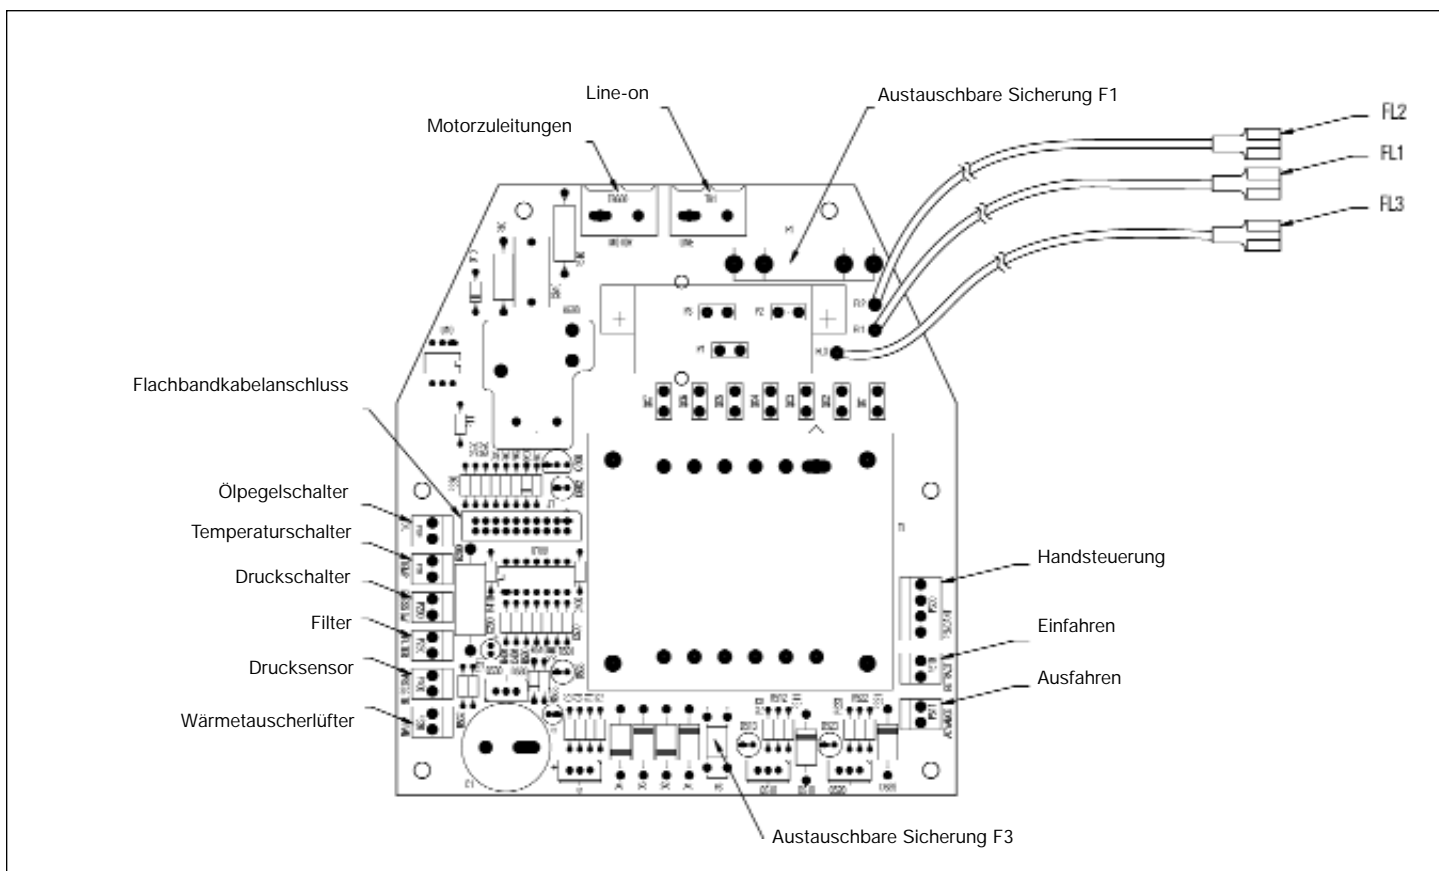

Abb. 12, Konfiguration der elektrischen Stromplatine
Der Drucksensor, Wärmetauscher, Druckschalter, Handsteuerungs-/Fußschalter und die Magnetventile (A) und (B) werden mit Anschlüssen geliefert, die in die entsprechenden Buchsen auf der elektrischen Stromplatine gesteckt werden können (Abb. 12).
Trennen Sie das Gerät von der Stromversorgung, bevor Sie das Gehäuse öffnen. Entfernen Sie die LCD-Gehäusehaelfte halb und einen kleinen Abdeckstopfen vom Frontblech. Verlegen Sie den Draht durch das Frontblech, schließen Sie die Stromplatine an (siehe Abb. 12) und befestigen Sie die Zugentlastung. Montieren Sie LCD-Gehäusehaelfte.
Trennen Sie das Gerät von der Stromversorgung, bevor Sie das Gehäuse öffnen. Entfernen Sie das LCD-Gehäuse halb und einen kleinen Abdeckstopfen von der vorderen Klemme. Verlegen Sie den Draht des Druckschalters durch die vordere Klemme, schließen Sie die Stromplatine an (siehe Abb. 12) und befestigen Sie die Zuentlastung.
| Nach dem Starten zeigt das LCD „P switch open“                       | 1. Druckschalterkreislauf ist offen und Drucksensor ist installiert  | 1. Überprüfen Sie, ob der Druckschalterjumper auf der Stromplatine lose ist oder fehlt (siehe Abb. 12).2. Entfernen Sie den Druckschalter oder Drucksensor von der Pumpe.   |
| LCD zeigt „FILTR“  | 1. Loser Jumper auf der Stromplatine   | 1. Überprüfen Sie, ob der Jumper am Filter lose ist oder fehlt (siehe Abb. 12).   |